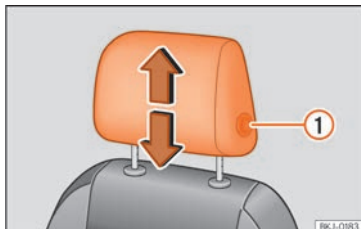
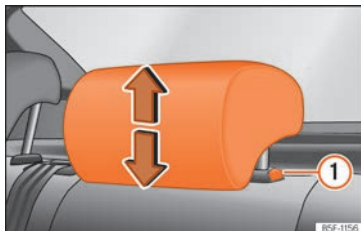

Abb. 119 Vordersitz: Kopfstützeinstellung.
Abb. 120 Kopfstützen hinten: Kopfstützeinstellung.
- Schieben Sie die Kopfstützen in die entsprechende Pfeilrichtung nach unten oder oben. Um die vorderen Kopfstützen nach oben oder nach unten zu schieben, muss die Taste » Abb. 119 ① gedrückt werden; bei den hinteren Kopfstützen muss die Taste » Abb. 120 ① nur zum Absenken gedrückt werden » ⚠ in Einleitung zum Thema auf Seite 131.
- Seitliche Taste drücken » Abb. 119 ① und Kopfstütze herausziehen.